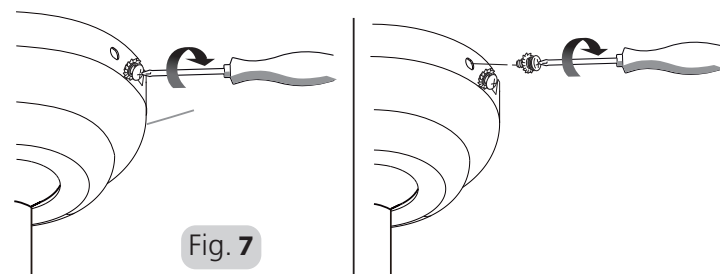

Fig. 7
4. Die beiden anderen Stellschrauben und Unterlegscheiben montieren. Ziehen Sie alle Schrauben an, vergewissern Sie sich, dass die Abdeckhaube sicher befestigt ist und dass Sie keine Kabel eingeklemmt haben. Achten Sie darauf, dass der Schlitz der Nylon-Gummirolle in den Führungsstift der oberen Haube passt. Siehe Abb. 7.
4. Insert the other two set screws and washers. Tighten all the screws, make sure that the canopy is secure and that you have not trapped any wires. Ensure that the slot of the nylon ball hanger fits into the guide pin of the upper canopy. Refer Fig 7.
4. Insérez les deux autres ensembles vis et rondelles. Serrez toutes les vis, vérifiez que le boîtier est bien fixé et que vous n'avez coincé aucun câble. Assurez-vous que l'encoche de la boule de suspension en nylon correspond à la goupille de guidage du boîtier supérieur. Voir Figure 7.
4. Inserire le altre due viti e rondelle di fissaggio. Serrare tutte le viti, quindi assicurarsi che la calotta sia sicura e di non aver intrappolato nessun cavo. Assicurarsi che la fessura del giunto sferico entri nel perno di guida della calotta superiore. Vedere fig. 7.
4. Plaats de andere twee stelschroeven en tussenringen. Draai alle schroeven vast, zorg ervoor dat de plafondkap goed vastzit en dat u geen draden hebt ingeklemd. Zorg ervoor dat de sleuf van de nylon kogelhanger in de geleidepen van het bovenste plafondkapgedeelte past. Zie Fig 7.
4. Insira os dois outros conjuntos de parafusos e anilhas. Aperte todos os parafusos, assegure-se que a cobertura está presa e que nenhum fio ficou entalado. Assegure-se que a ranhura no suporte de suspensão em nylon encaixa no pino guia da cobertura superior. Consulte Fig 7.
- Вставьте два других установочных винта с шайбами. Затяните все винты и убедитесь, что колпак закреплен, а провода не запутались. Убедитесь, что отверстие нейлонового подвешного шарика входит в направляющий штифт верхнего колпака. См. рис. 7.
- Założyć dwie pozostałe śruby ustalające wraz z podkładkami. Dokręcić wszystkie śruby, upewniając się, że osłona jest zabezpieczona i żaden z przewodów nie został zakleszczony. Upewnić się, że gniazdo nylonowego wieszaka elementu kulistego pasuje do kołka prowadzącego górnej osłony. Patrz rys. 7.